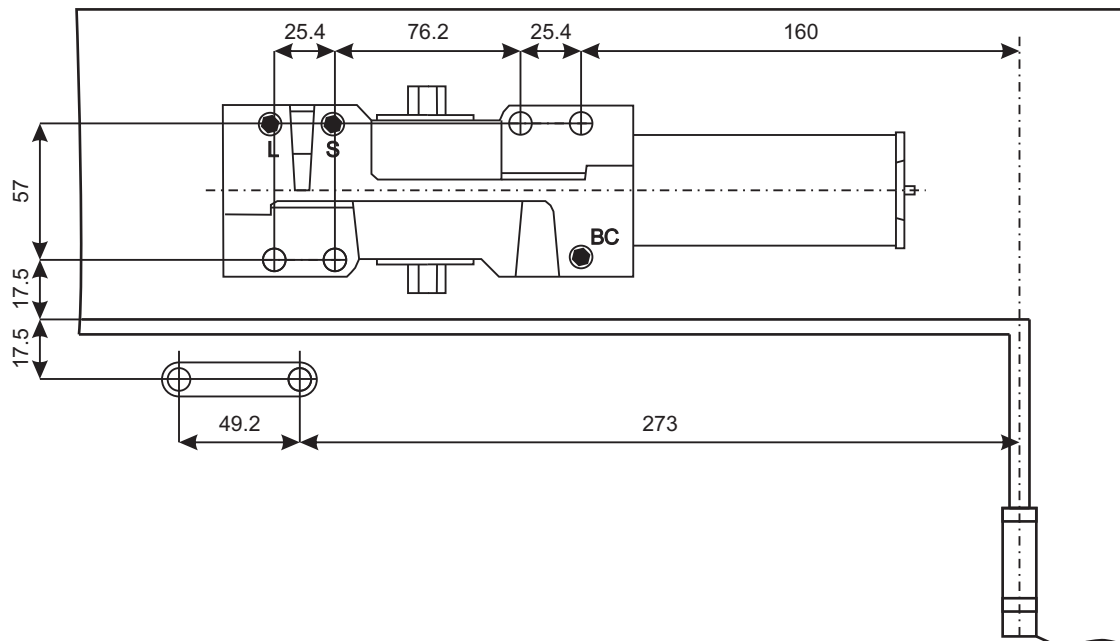

Рисунок 4
1. Используя рисунок 4 наметьте и просверлите крепежные отверстия для тела доводчика и кронштейна рычага.
4. Отрегулируйте винтом «CLOSING» (рисунок 4) скорость закрытия.
5. Отрегулируйте винтом «LATCH» (рисунок 4) скорость доводки в диапазоне 18° - 0° (см. раздел регулировки).
6. Данная модель доводчика оснащена винтом регулировки BACK CHECK (ветровой тормоз), который ограничивает резкое распахивание или захлопывание двери на отрезке от 70° до 180° (зависит от регулировки). При необходимости отрегулируйте степень амортизации, используя винт "BC" (рисунок 4).